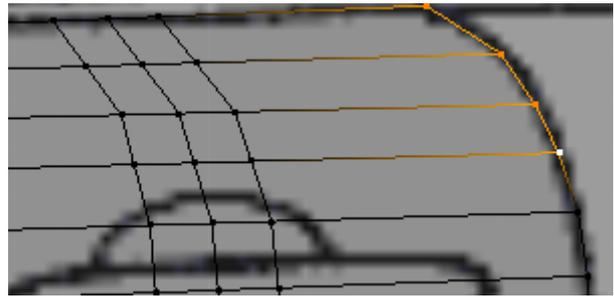

Figura 4.171
1. Na janela Right Ortho, ajuste os vértices existentes à imagem, **[G]**. Insira o número suficiente de contornos que lhe permitem definir a curvatura dos topos da porta, **[Ctrl]+[R]**, e alinhe os vértices no limite desses contornos com as linhas da imagem à esquerda e à direita, **[G]**, figura 4.171. Observe as modificações nas outras duas projecções ortogonais.